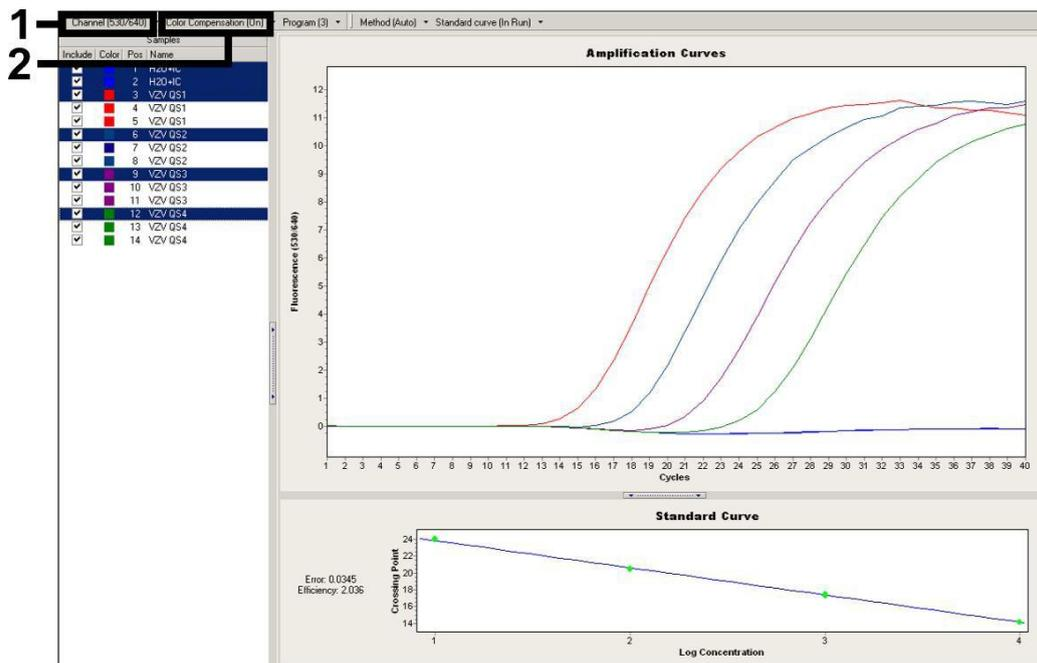

Fig. 11: Activation de *Color Compensation File* et sélection du canal de fluorescence.
Pour analyser les données PCR, procéder selon le schéma suivant (voir Fig. 11) :
- La version 4.0 du logiciel *LightCycler* comprend un fichier nommé *Color Compensation File*, qui compense les signaux d'interférences entre les canaux de fluorescence. Ouvrir ce fichier pendant ou à l'issue de la série de PCR, en activant l'onglet *Color Comp (On/Off)* et ensuite *Select Color Compensation* (voir Fig. 11). Si aucun fichier *Color Compensation File* n'est installé, créer le fichier en respectant les instructions du guide *LightCycler Operator's Manual*.